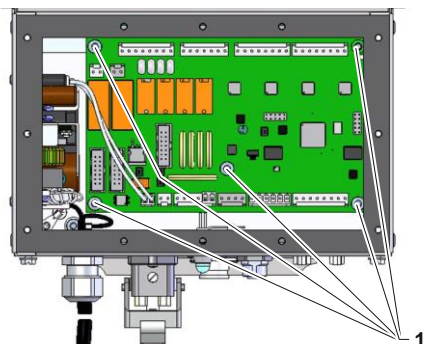

Fig. 3.: Vue de dessus de la partie électrique du Vario-5
- Retirer les 5 vis (marquage 1 → Fig. 3) du circuit imprimé VFC-51 (A 11).
- Fixer le circuit imprimé de rechange VFC-51 (A 11) dans la partie électrique en serrant les 5 vis (marquage 1 → Fig. 3).